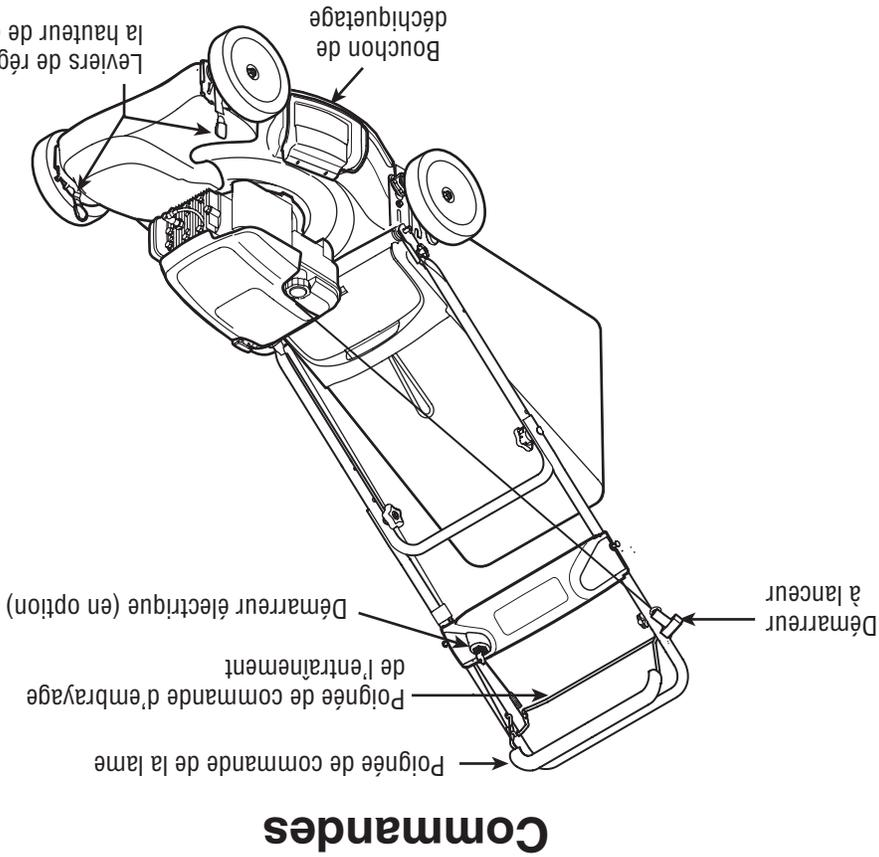

Figure 4-1
3. **Démarrage électrique** (le cas échéant) : Tournez la clé de contact vers la droite pour mettre le moteur en route. Lâchez la clé quand le moteur tourne. Voir la Figure 4-1.
La poignée de commande de la lame se trouve sur le guidon supérieur de la tondeuse. Voir la Figure 4-1. Il faut serrer cette poignée contre le guidon pour que la tondeuse fonctionne. Le fait de lâcher la poignée arrête le moteur et la lame.